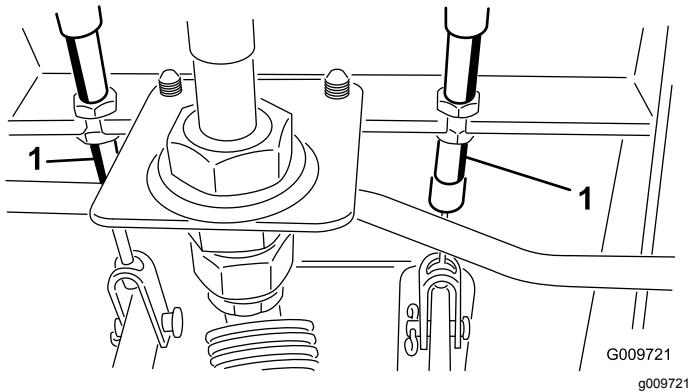

図 53
A. ブレーキケーブル図 53 の端にある前ナットをゆるめる。